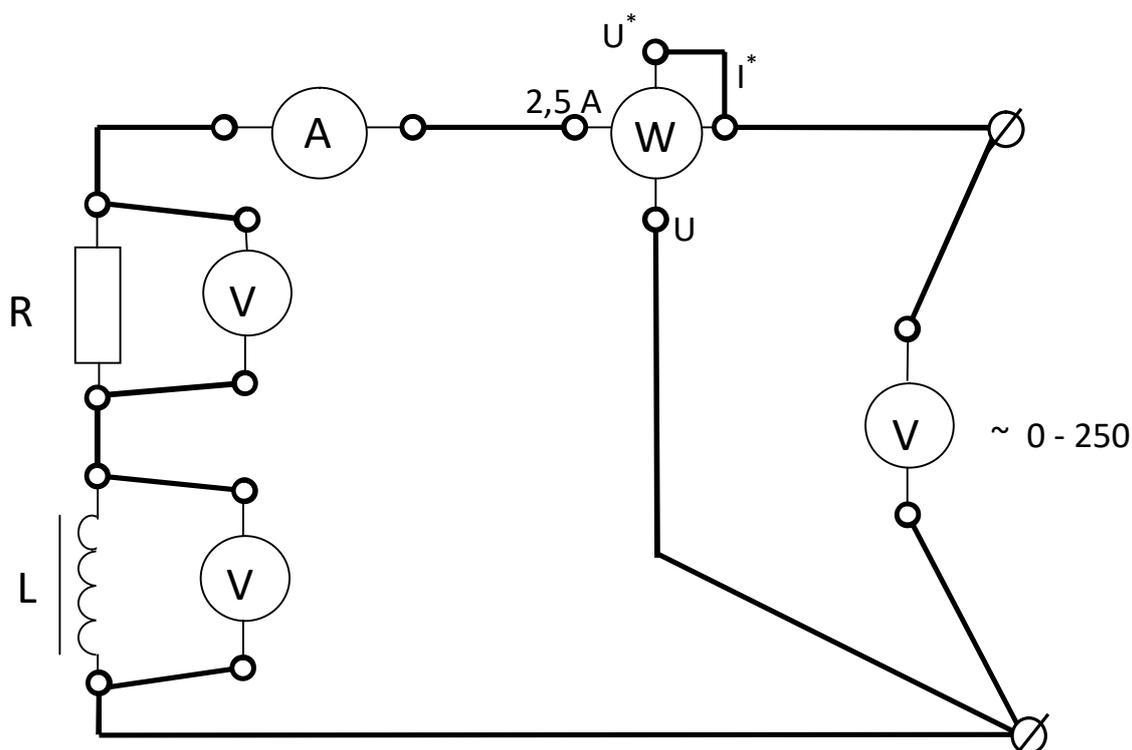

Рис. 2.8. Схема для исследования цепи с последовательно включенными резистором и реальной катушкой индуктивности
19. Соберите цепь, изображенную на рис. 2.8.